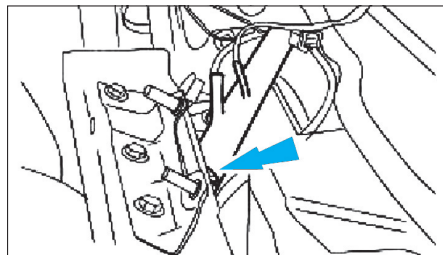

Fig. 46
- Détacher le faisceau de câblage de boîtier de radiateur de chauffage de la barre de renfort (Fig.46).